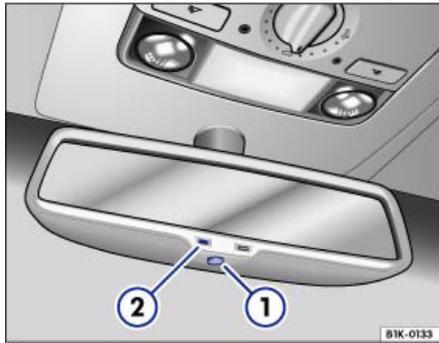

Abb. 50 Automatisch abblendender Innenspiegel
Der Spiegel wird abgeblendet, wenn die Taste ⇒ Abb. 50 ① an der Spiegelunterseite gedrückt ist. Bei gedrückter Taste leuchtet eine grüne Kontrollleuchte ② im Spiegel auf. Der automatisch abblendbarer²⁰⁾ Außenspiegel wird über die Taste im Innenspiegel gesteuert.